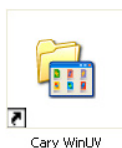

图 2. 电源按钮和序列号位置
- 4 打开 Cary 60（图 2），并等待 2 分钟，直到校准完成。
- 7 输入 Cary 60 序列号。请参见图 2。